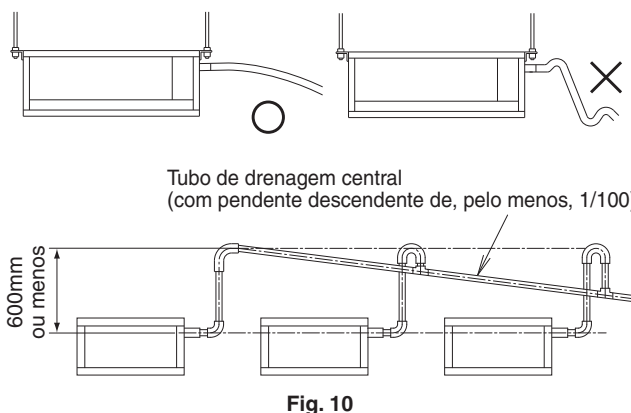

Fig. 10
- Mantenha o tubo de drenagem curto e inclinado para baixo, como uma inclinação mínima de 1/100, para impedir a formação de bolsas de ar. (Consulte a Fig. 10)
- Não torça nem dobre a mangueira de drenagem (2) para evitar a aplicação de força excessiva sobre a mesma. (Este tipo de tratamento poderá provocar fugas.)
- Se utilizar o tubo de drenagem central, siga o procedimento descrito na Fig. 10.
(2) Depois de terminar os trabalhos de tubulação, verifique se a drenagem flue adequadamente conforme descrito abaixo.